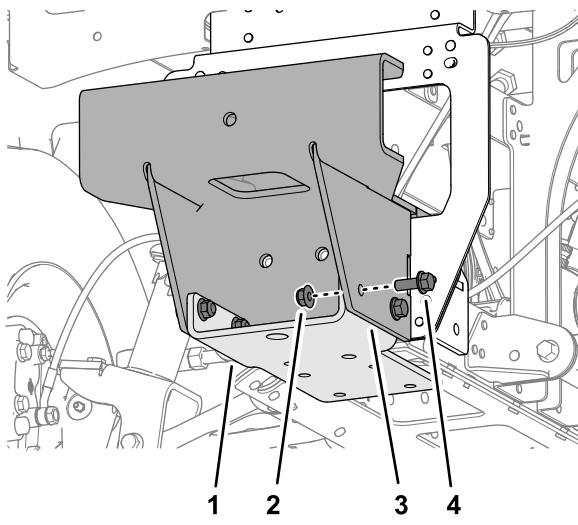

图 49
2. 使用 4 个凸缘螺栓 $\frac{3}{8} \times 1$  英寸和 4 个凸缘锁紧螺母 $\frac{3}{8}$  英寸将底部支架松松地安装到捡球器安装座上 图 49。
5. 从捡球器安装座上卸掉 4 个凸缘螺栓 $\frac{3}{8} \times 1$ 英寸、4 个凸缘锁紧螺母 $\frac{3}{8}$ 英寸和底部支架 图 49。